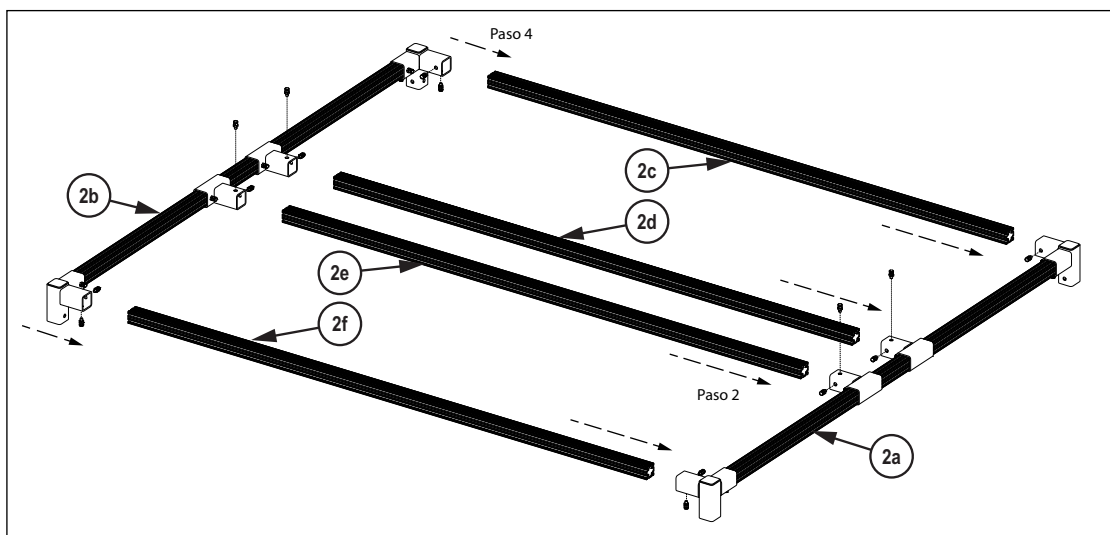

Figura 3-11. Instalación de la parte superior del bastidor
2. Inserte las barras cortas 2c, 2d, 2e y 2f en los conectores del lado 2a como en Figura 3-11.
4. Inserte las barras cortas 2c, 2d, 2e y 2f en los conectores del lado 2b como en Figura 3-11.